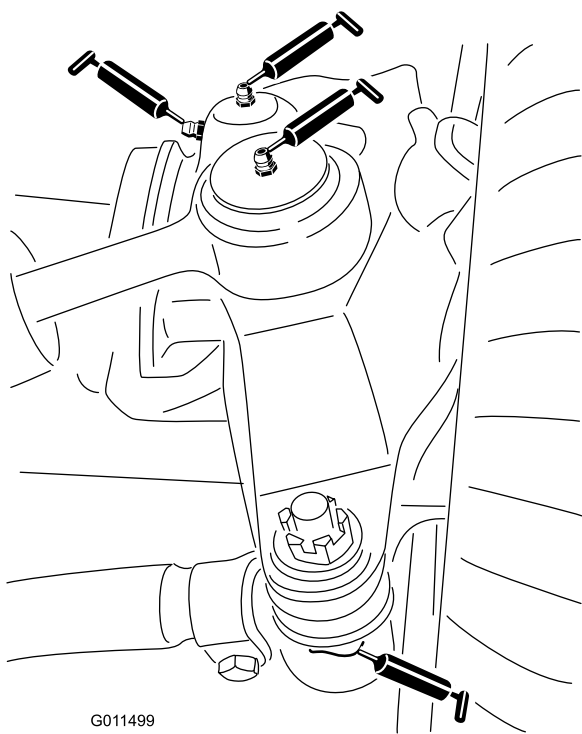

Figura 43
- 2 giunti a sfera del cilindro di sterzata (**Figura 43**)
- 2 giunti a sfera del tirante (**Figura 43**)
- 2 boccole del perno del fuso a snodo (**Figura 43**).